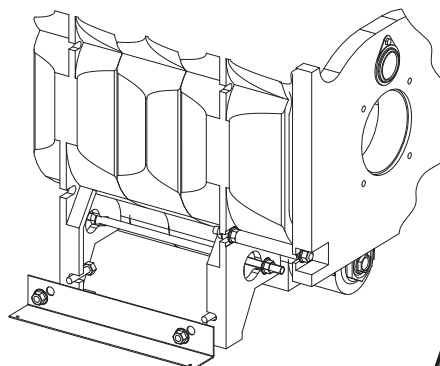

Рис. 8
- В: В отверстия (рис. 8), находящиеся около ножек корпуса котла, винтами М8 12 закрепите обе консоли (8), используя при том соответствующие засечки.